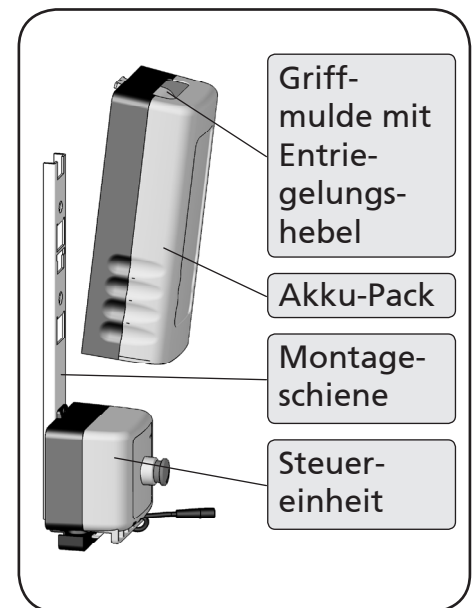

Abbildung 38
1. Greifen Sie von oben in die Griffmulde am Akkupack und ziehen Sie mit den Fingern den Entriegelungshebel nach oben (Abbildung 38).
2. Ziehen Sie gleichzeitig den Akkupack ein Stück von der Montageschiene weg und dann nach oben aus der Halterung heraus (Abbildung 38).